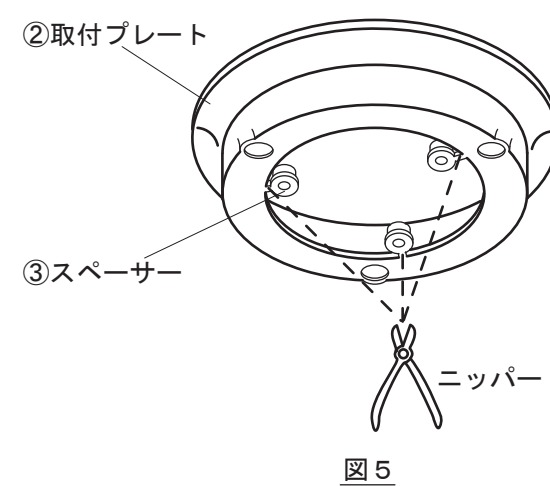

図5
4) ②取付プレートに付いている③スペーサー(3ヶ)をニッパーで切取って下さい。(図5参照)